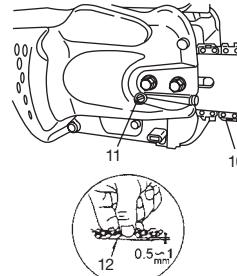

Fig. 5
7. Soulever l'extrémité du guide-chaîne et régler la tension de la chaîne (10) en tournant la vis de réglage de tension (11) dans le sens des aiguilles d'une montre. Pour vérifier que la tension de la chaîne est adéquate, soulever légèrement le centre de la chaîne.
Il faut qu'il y ait alors un jeu de 0,5 à 1,0 mm entre le guide-chaîne et le bord des maillons d'entraînement de la chaîne (12). (Fig. 5, 6)